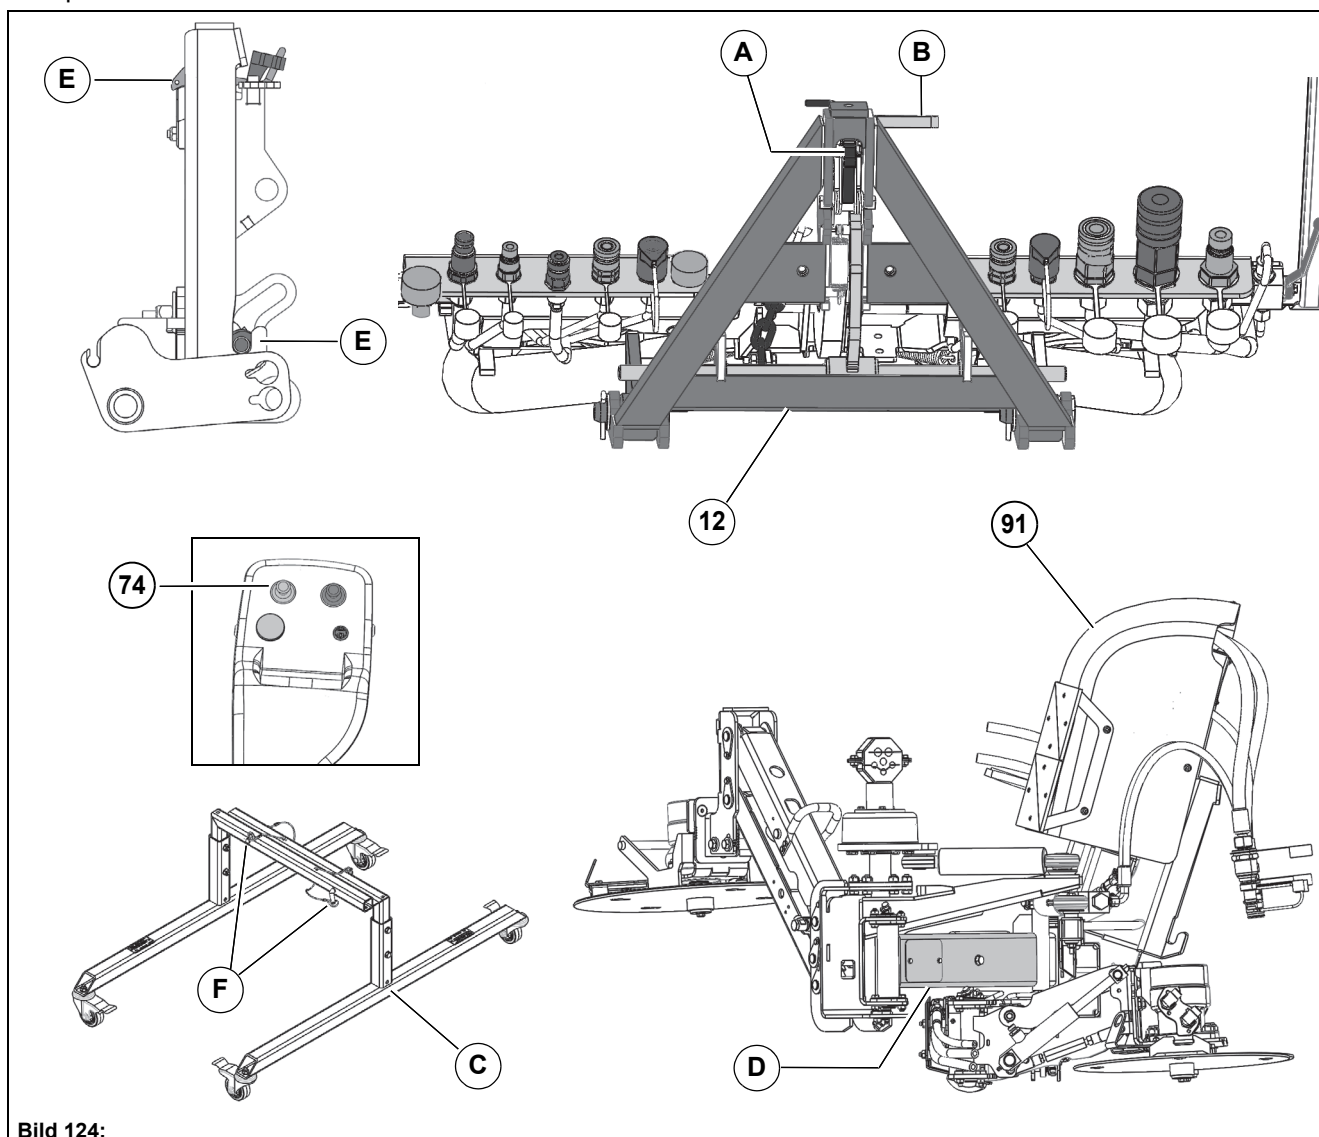

Bild 124:
1. Lossa låshaken **Bild 124-A** och låsstången **Bild 124-B** på frontaggregathållaren **Bild 124-12**. Sänk ner frontaggregathållaren med joysticken **Bild 124-74**.
2. Använd rullvagnen **Bild 124-C** (tillval) för att rikta in sopenheten **Bild 124-91** centrerat och i linje med frontaggregathållaren.
3. Ställ in standardlängden vid inställbar övre länkarm (tillval), se sidan 77. (Ställ in sopenhetens arm **Bild 124-D** parallellt med marken).
5. Lås sopenheten med låshaken och låsstången. Kontrollera spelet på låshaken, se **Bild 124-E**, ställ in med avlänga hål vid behov.
6. Demontera rullvagnens bult **Bild 124-F** och dra ut rullvagnen ur sopenheten.